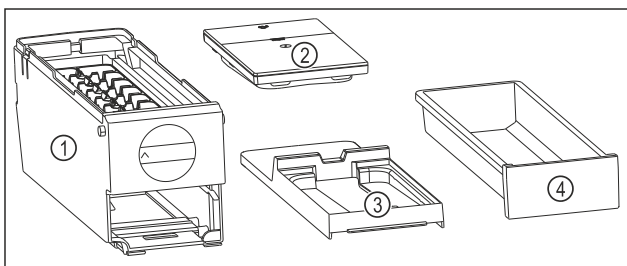

Fig. 80 Bestandteile des EasyTwist-Ice
- ▷ EasyTwist-Ice ist in vier Teile zerlegt. (siehe Fig. 80)
- ▶ EasyTwist-Ice nur in abgebildete Bestandteile zerlegen. (siehe Fig. 80)
- ▶ EasyTwist-Ice-Korpus Fig. 80 (1) als Ganzes reinigen.